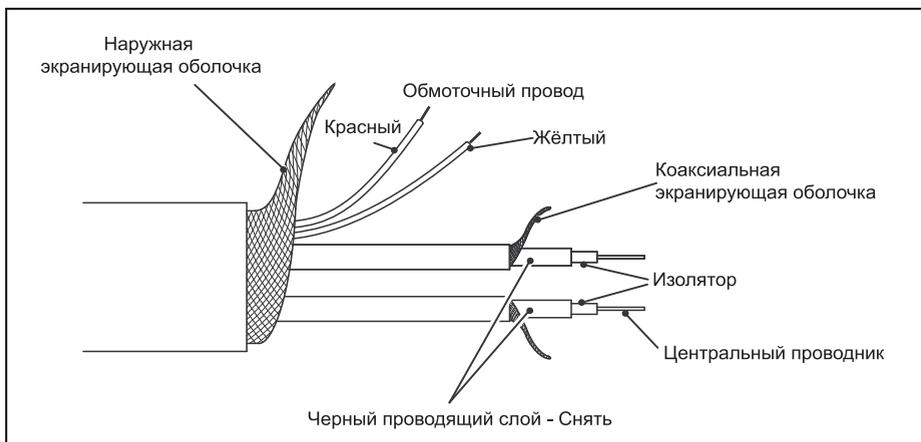

Рис. 9.1 Снятие полупроводникового слоя с кабеля
2. Снимите полупроводниковый слой с кабеля – смотри Рисунок 9.1, ниже: